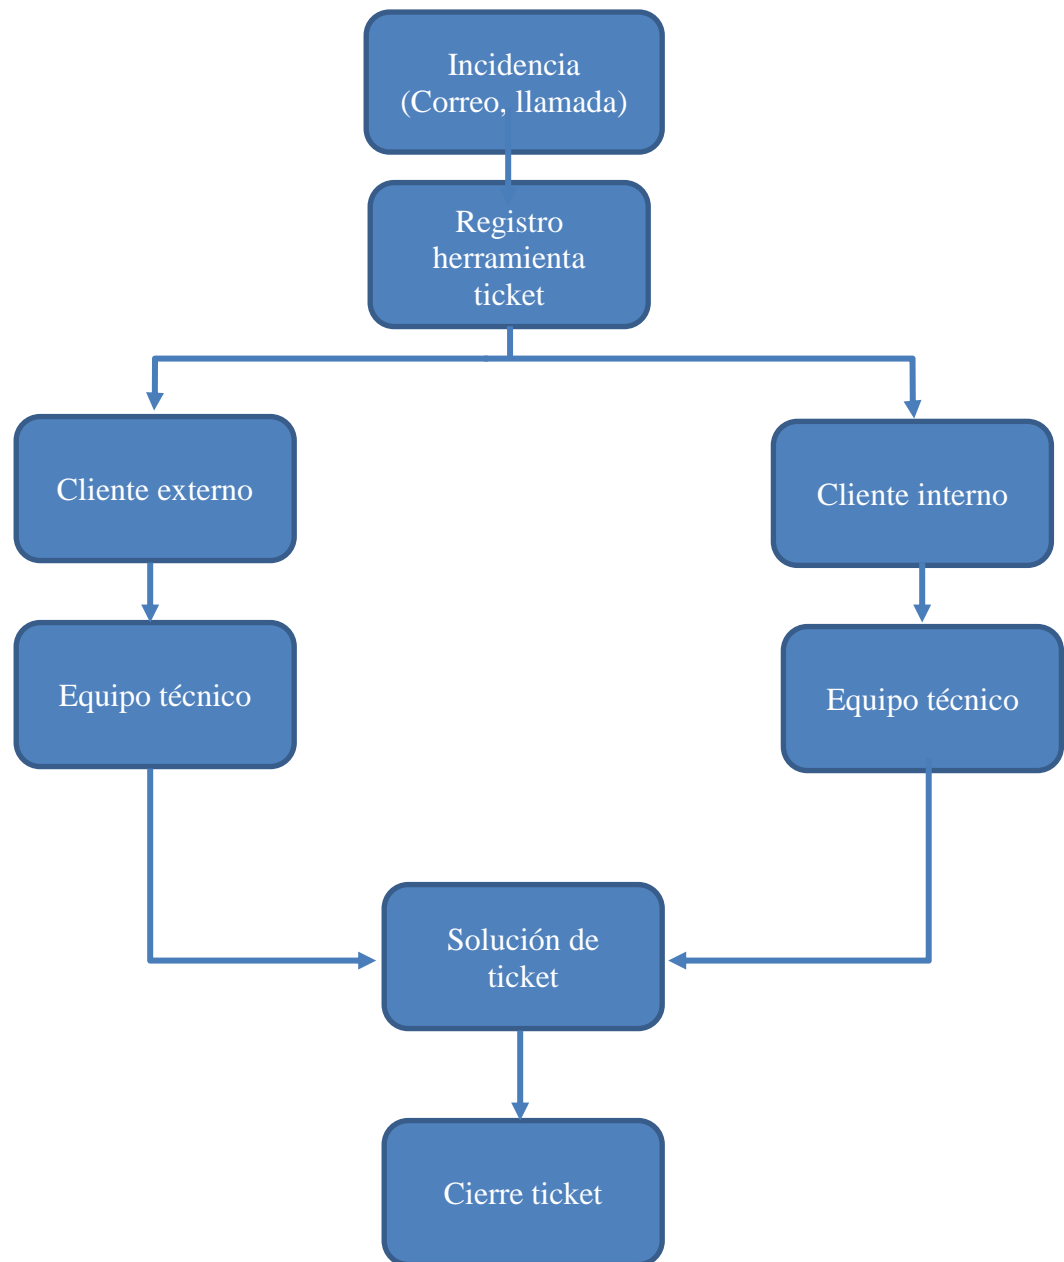

Figura 6. Mapa de proceso. Fuente: Propia.
**3.1.5 Mapa de procesos proyecto implementado.** En la figura 6, se muestra el mapa de procesos actual.